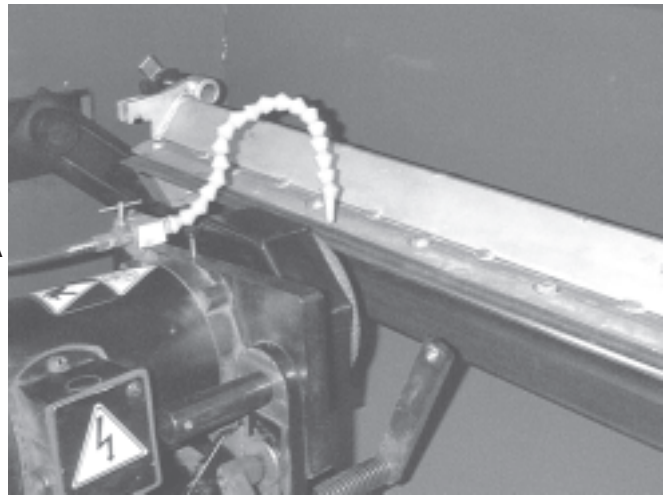

FIG. 17
Diriga la boquilla para que el líquido refrigerante rocíe hacia la cara de la cuchilla de base que se está rectificando. Vea FIG. 17 o 18. Algún líquido refrigerante también será desviado hacia la rueda de rectificar. Ajuste la válvula de flujo para que haya una corriente constante del líquido. Evite un flujo más fuerte de lo necesario, un flujo excesivo de líquido refrigerante no enfria más, y aumentará el rocío.
2. Verifique que la boquilla está dirigiendo el refrigerante hacia la cuchilla de base. Vea FIG. 17 y 18 en la página 12.